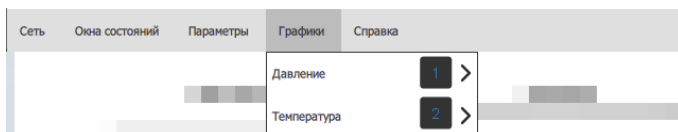

Рисунок 11 - Раздел «Графики»
Для просмотра графиков давления (силы сжатия) (1) и температуры (2) или для записи показаний в файл7 необходимо воспользоваться разделом «Графики» (см. рис. 11).